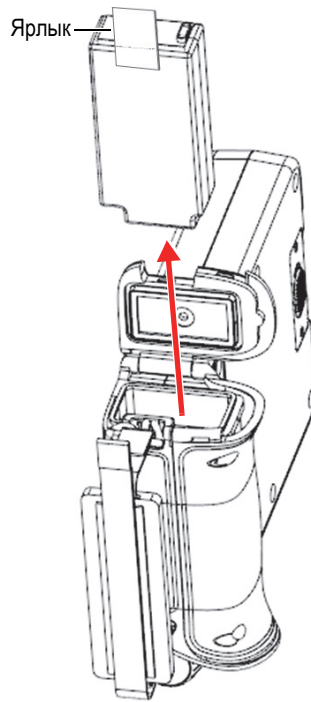

Рис. 4-3 Извлечение аккумулятора
4. Возьмитесь за ярлык аккумулятора и потяните на себя, чтобы вынуть аккумулятор из отсека (см. Рис. 4-3 на стр 47).